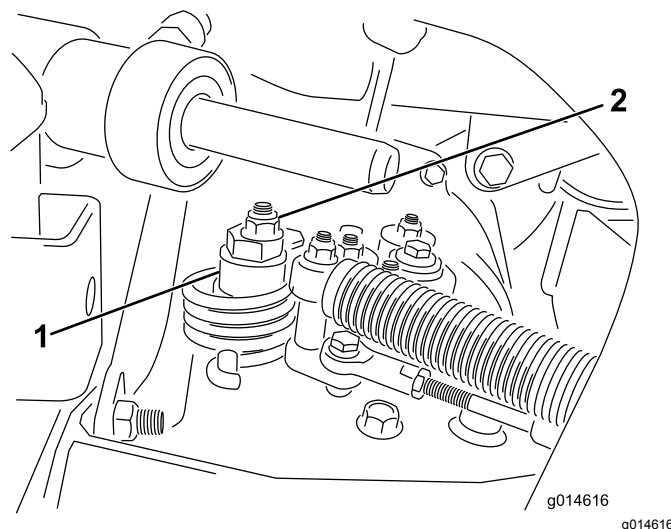

Figura 35
- A. Liberte a porca que fixa o disco excêntrico ao cima do hidróstato (**Figura 35**).
- C. Rode o disco excêntrico até eliminar a deslocação em qualquer um dos sentidos. Quando a roda deixar de rodar, aperte a porca, bloqueando deste modo o disco excêntrico e fixando a posição de ajuste (**Figura 35**). Verifique se o ajuste é o adequado colocando o acelerador nas posições LENTO e RÁPIDO.